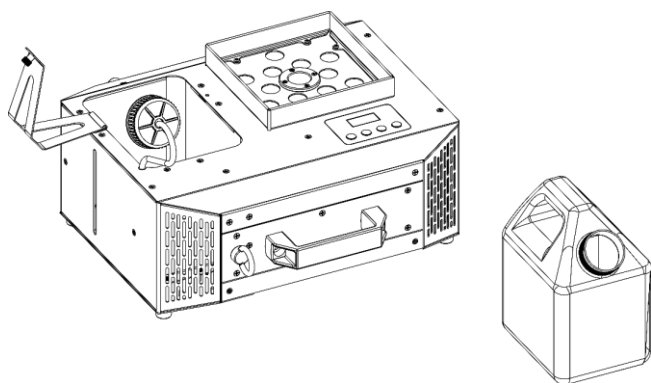

Fig. 42
- 06) Plaats de **vloeistoftank (02)** op een vlakke ondergrond in de buurt van het apparaat, zoals getoond in Fig. 42.